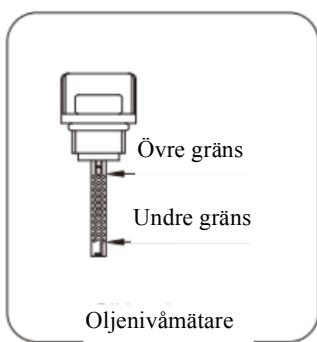

Bild 7
3. Tillsätt olja långsamt för att inte överfylla enheten.(Bild 7)